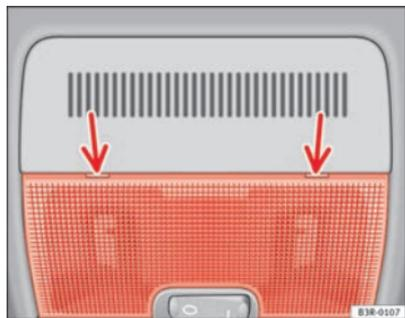

Fig. 82 Pormenor do revestimento do tecto: Ponto de aplicação da chave de parafusos
- Coloque com cuidado a parte plana da chave de fendas (ferramentas de bordo) na parte de trás do vidro protector da lâmpada ⇒ fig. 82.